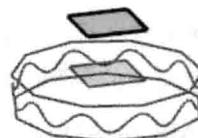
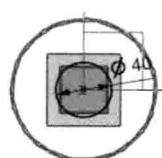
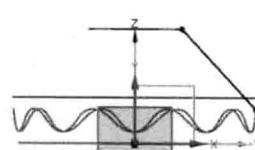

图 1.2.4 基准平面 1
图 1.2.5 草图 1
图 1.2.6 草图 2
Step5. 创建图 1.2.4 所示的基准平面 1。选择下拉菜单 插入(S) → 基准/点(D) → 基准平面(D)... 命令，系统弹出“基准平面”对话框。在 类型 区域的下拉列表框中选择 按某一距离 选项，在绘图区选取 XY 基准平面，输入偏移值 50。单击 <确定> 按钮，完成基准平面 1 的创建。
Step6. 创建图 1.2.5 所示的草图 1。选择下拉菜单 插入(S) → 在任务环境中绘制草图(V)... 命令；选取基准平面 1 为草图平面；进入草图环境绘制草图。绘制完成后单击 完成草图 按钮，完成草图 1 的创建。
Step7. 创建图 1.2.6 所示的草图 2。选择下拉菜单 插入(S) → 在任务环境中绘制草图(V)... 命令；选取 YZ 基准平面为草图平面；进入草图环境绘制草图。绘制完成后单击 完成草图 按钮，完成草图 2 的创建。
扫掠(S)… 命令，在绘图区选取图 1.2.6 所示的草图 2 为扫掠的截面曲线串，选取图 1.2.4 所示的艺术样条特征和图 1.2.5 所示的草图 1 为扫掠的引导线串，并分别单击中键确认。单击“扫掠”对话框中的 **<确定>** 按钮。完成扫掠特征的创建。